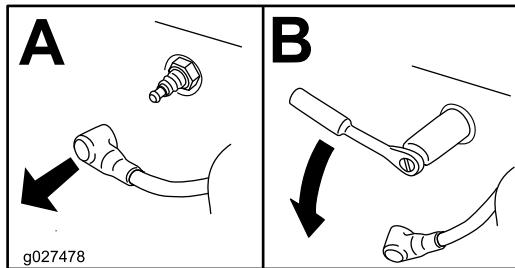

Figura 48
4. Retire a vela de ignição (Figura 48).